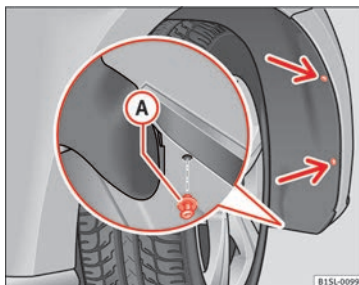

Fig. 86 En el pasarruedas delantero derecho: extraiga los tornillos de fijación (flechas) y retire el remache expansivo A.
1. Desatornille 2 tornillos de fijación del guarnecido del pasarruedas » fig. 86 (flechas) con el destornillador de las herramientas de a bordo » pág. 74.
10. Coloque el remache expansivo en el guarnecido del pasarruedas y el parachoques y presiónelo hacia dentro completamente » **fig. 86 A**.
11. Atornille fijamente los 2 tornillos de fijación » **fig. 86** (flechas) con un destornillador.